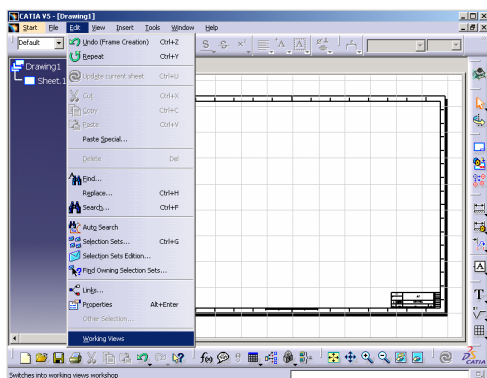

图 6-501
- » 步骤 01 选择 Edit→Working Views 命令，回到工作视图，如图 6-501 所示。